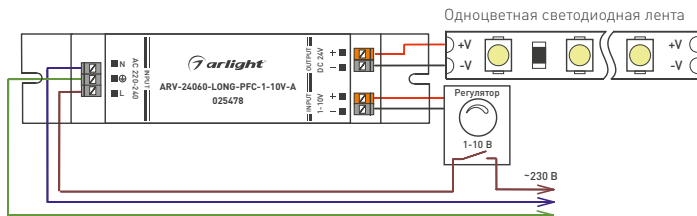

Рис. 1. Пример подключения источника питания.
- 3.4. Подключите нагрузку к выходным зажимным клеммам «+» и «-» источника питания со стороны «OUTPUT», строго соблюдая полярность (рисунок 1).
- 3.5. Подключите провода обесточенной электросети к входным зажимным клеммам источника питания со стороны «INPUT», соблюдая маркировку: «L» (фаза), «N» [ноль]. Подключите провод защитного заземления к зажимной клемме, обозначенной символом «⊕» (рисунок 1).
- 3.6. Подключите регулятор 1-10 В к входным зажимным клеммам «1-10V» источника питания, соблюдая полярность (рисунок 1).